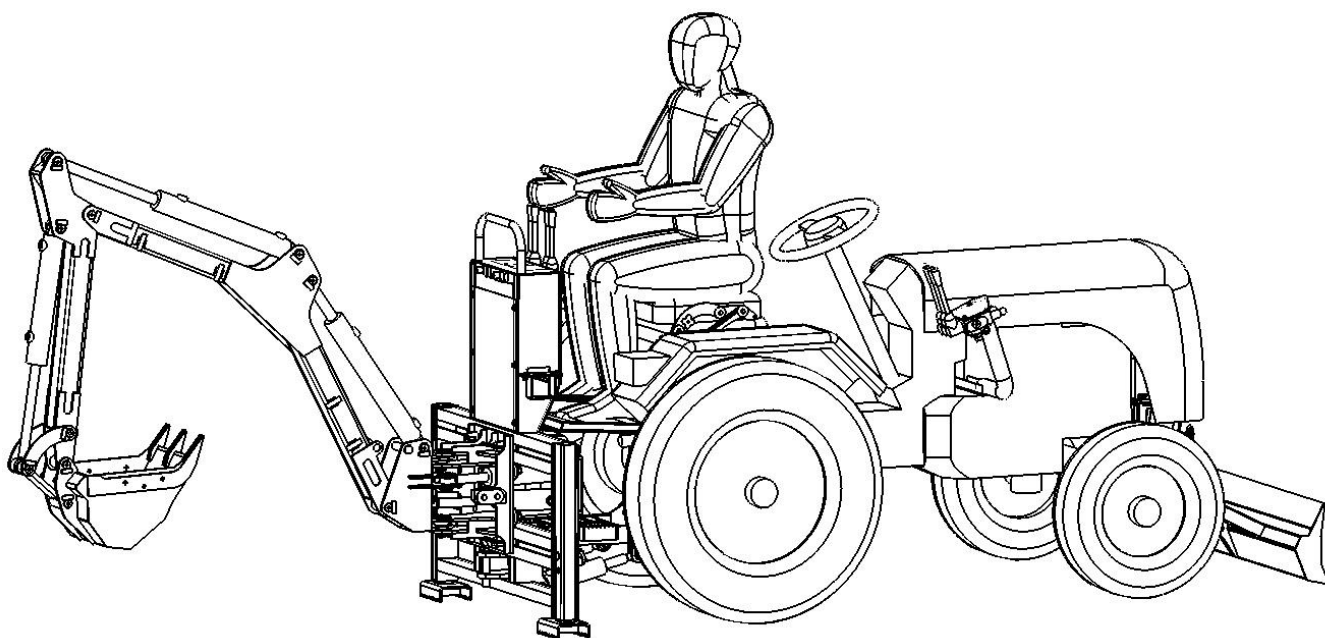

Рис.7.
- займите рабочее место на сложенном сиденье лицом к пульту управления экскаватором (рис.7).